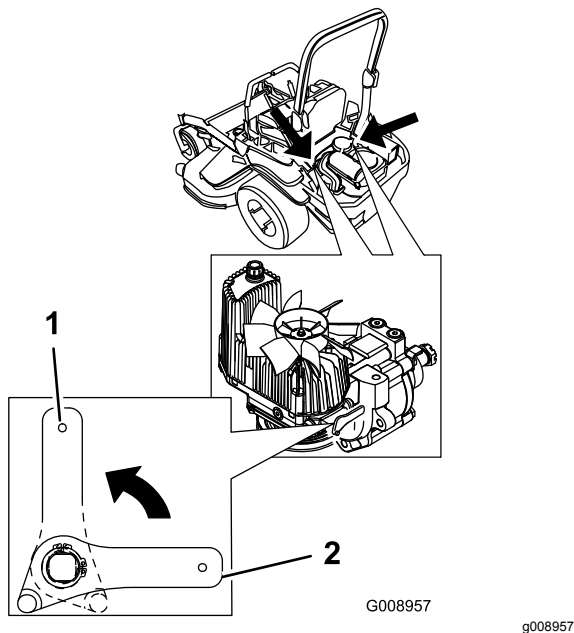

Figura 41
2. Gire las palancas de las válvulas de liberación a la posición vertical para empujar la máquina (Figura 41).
4. Gire las palancas de las válvulas de desvío a la posición horizontal para conducir la máquina (Figura 41).